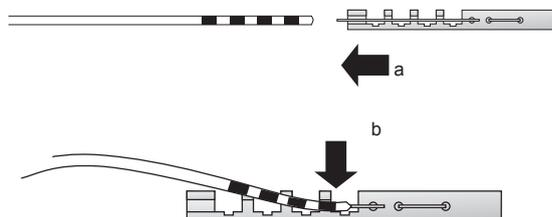

Figura 32. Fixe o estilete curto ao eléctrodo
8. Fixe o estilete curto fornecido à extremidade proximal do eléctrodo. (Figura 32).